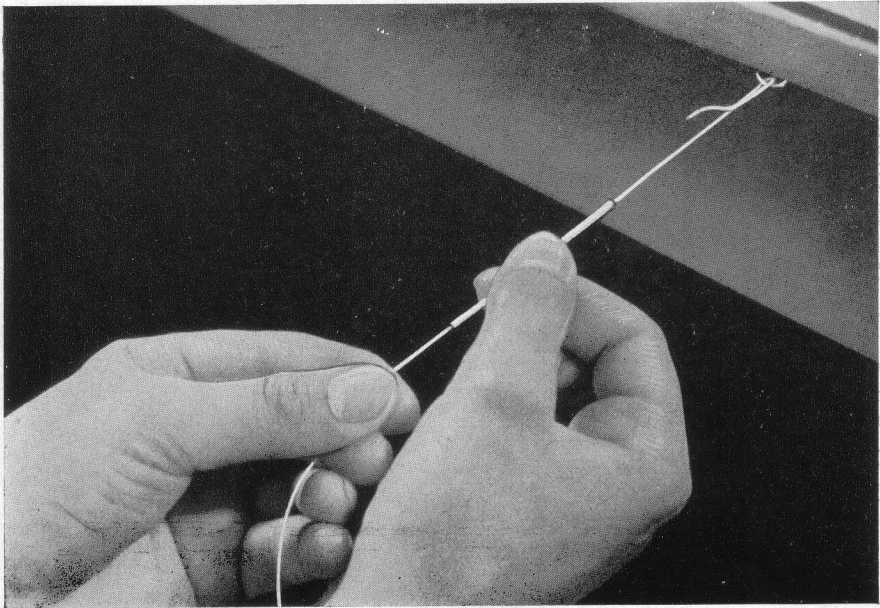

Bild 3
Die durchgespülte und durch Auftupfen auf feuchten Zellstoff vom Wasser befreite Hülse (12) wird unter mikroskopischer Kontrolle und ohne gegen die Stirnfläche der Anode (14) zu stoßen über diese geschoben, bis sie von der Klemmvorrichtung straff federnd gehalten wird. Die Hülse soll hierbei mit ihrem eingerollten Ende auf der Schulter der Anodenspitze aufsitzen, nicht in der Klemmvorrichtung anstoßen, sie kann durch Einführen und Hin- und Herziehen eines Fadens (Stärke ca. 0,4 mm) mit Knoten gereinigt werden (Bild 3). Das eingerollte Ende der Hülse kann innen mit einem gespitzen Hölzchen gereinigt werden.